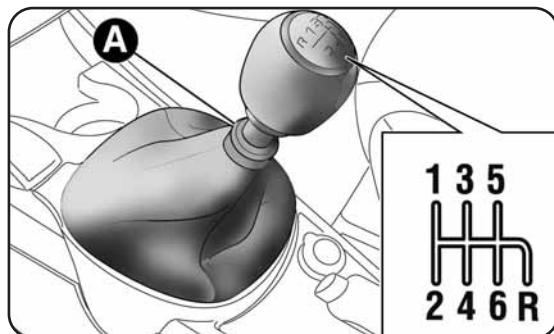
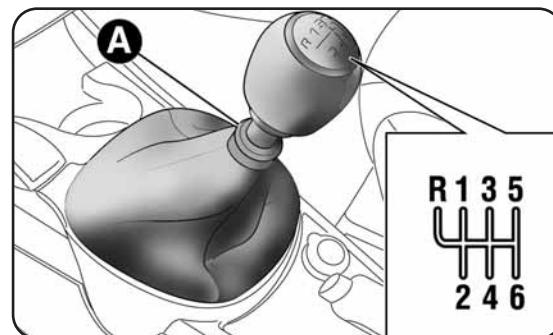
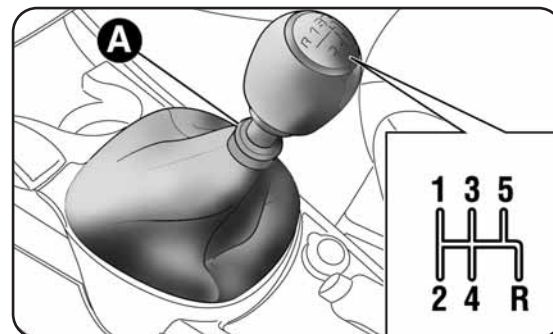

fig. 2 Versioni 1.4 Benzina, 1.4 Multi Air
fig. 3 Versioni 1.4 Turbo Benzina 155CV,
fig. 4 Versioni 1.4 Turbo Benzina 120CV, 1.4 Turbo Multi Air,
Per inserire le marce, premi a fondo il pedale della frizione e metti la leva del cambio nella posizione desiderata (lo schema per l'inserimento delle marce è riportato sull'impugnatura della leva fig. 2, fig. 3 e fig. 4).
Per inserire la retromarcia (R) dalla posizione di folle solleva l'anello A-fig. 2, fig. 3, fig. 4 sotto il pomello e contemporaneamente: